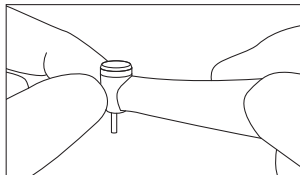

Fig. 5
- 5) Después de que la rotación de la pieza de mano se haya detenido completamente, toque el cabezal de la pieza de mano para confirmar que no está anormalmente caliente (Fig. 5).